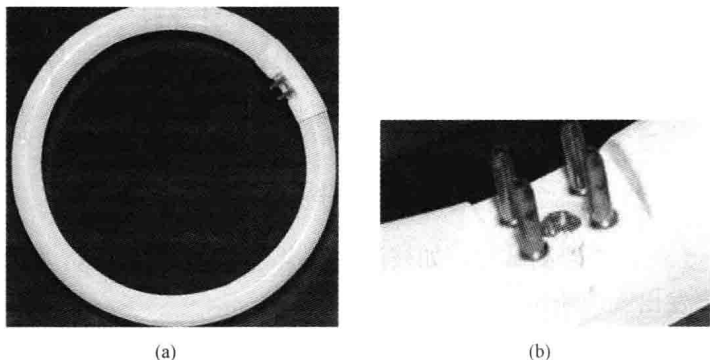

图 6-22 节能灯管
(3) 观测节能灯管，有四脚和二脚两种，如图 6-22 所示，测量时若是四脚则选测中间两个脚。将红、黑表笔分别接触到所需检测的两个引脚上，若有蜂鸣声，则灯管好，否则灯管已坏。